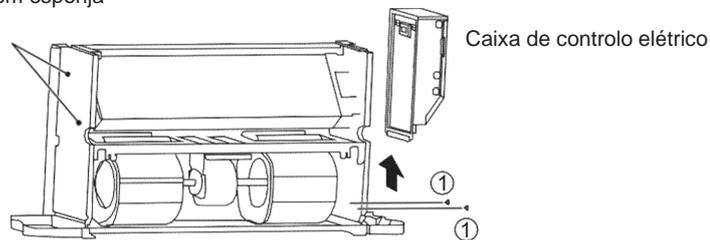

Figura 5-19: Remoção da caixa de controlo elétrico e bloqueio dos furos em forma de diamante
Como mostra na Figura 5-19, remova os parafusos ①*2 para extrair o quadro elétrico.